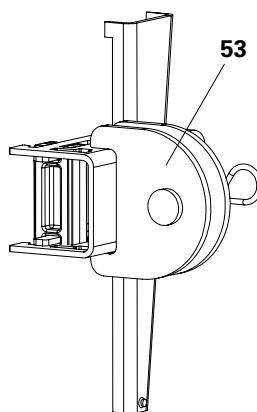

Fig. A7.08
L'attacco del puntello UNO Plus (53) in combinazione con un puntello tira-spingi PERI serve a fissare temporaneamente la posizione. (Fig. A7.08)